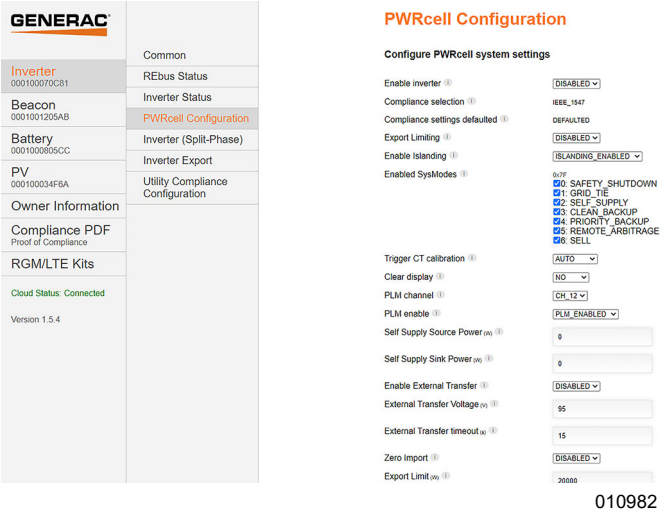

Figura 6-29. Configuración de PWRcell
- 3. Consulte la Figura 6-29. Para modificar un ajuste, haga clic en él, seleccione el cambio deseado, y haga clic en Submit (Enviar). Ninguno de los cambios seleccionados se implementará a menos que se seleccione Submit al final.